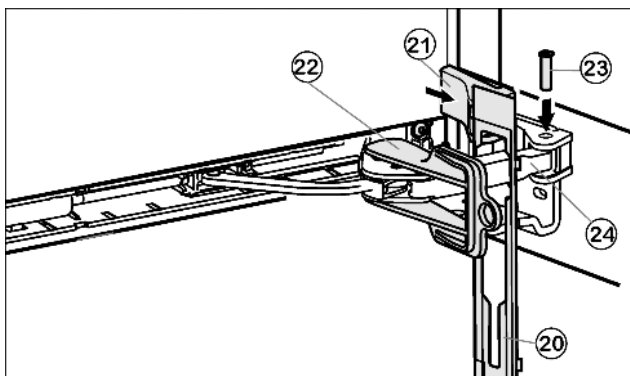

Fig. 14
- ▶ Założyć przesłonę Fig. 14 (20) na pałąku amortyzatora, aby zatraski były skierowane do przodu, a strona przednia – w stronę urządzenia.
- ▶ Dociągnąć pałąk amortyzatora Fig. 14 (24) do płytki łożyska i wetknąć sworzeń Fig. 14 (23) od góry, aby czop kwadratowy osiadł w zagłębieniu.
- ▶ Założyć i zacząć osłonę Fig. 14 (21).
- ▶ Zdjąć zabezpieczenie Fig. 14 (22) przez obracanie.
- ▶ Zazębnić zaślepkę Fig. 14 (20) w drzwiach.